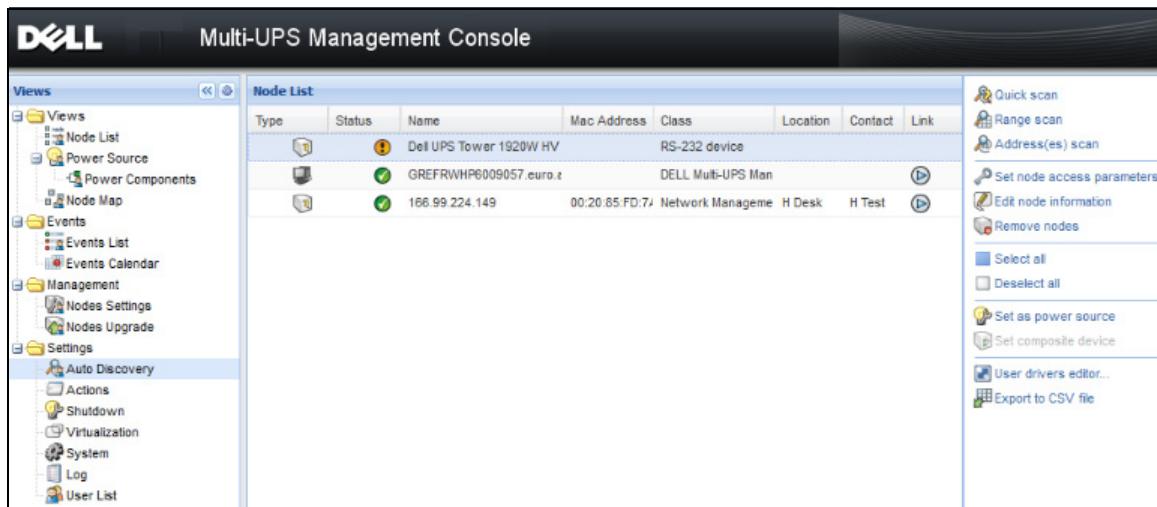

Figura 4. Avvio rapido - Rilevamento automatico
- I nodi di rilevamento vengono visualizzati utilizzando **Impostazioni > Rilevamento automatico** (vedere Figura 4).